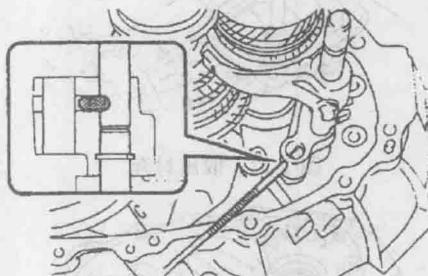

图 1-7 拆下互锁销
7) 用磁棒拆下互锁销, 拔出叉轴及叉子, 如图 1-7 所示。